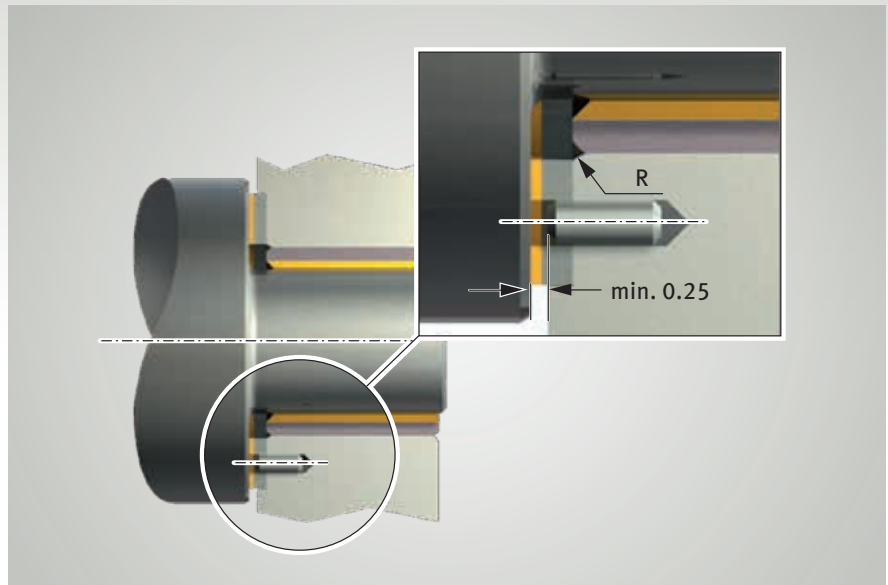

Fig. 3: Fijación de una arandela de tope PAW en una escotadura de la carcasa
- el asiento concéntrico se fija con la escotadura en la carcasa (Fig. 3)
- el giro no deseado se evita gracias a pasadores de ajuste o tornillos de cabeza avellanada (Fig. 3 y 4)
- La cabeza del tornillo o el pasador de ajuste se tiene que haberse reajustado frente a la superficie de deslizamiento como mínimo 0,25 mm (Fig. 3 y 4)